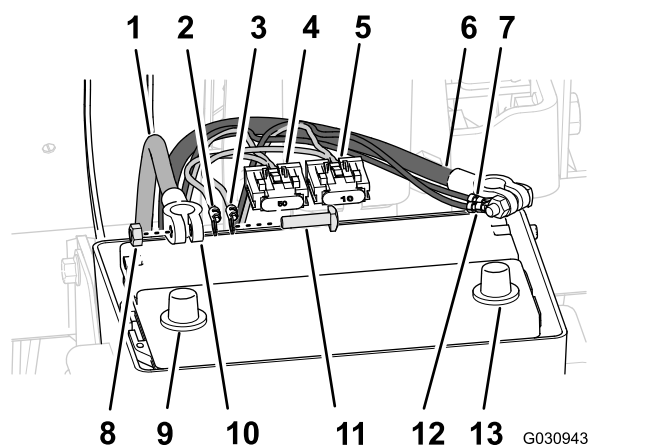

Figura 178
1. Enrute el terminal positivo (cable rojo), el terminal negativo (cable negro) y el bloque de fusibles de 50 A del arnés de cables trasero hacia arriba entre la caja de la batería y el chasis de la máquina (Figura 178).
3. Retire los pernos en T y las tuercas hexagonales de los terminales de los cables positivo y negativo de la batería (Figura 178).
4. Ensamble un perno en T a través del terminal positivo (cable rojo) del arnés de cables trasero, el terminal positivo del arnés eléctrico de navegación y el terminal del cable positivo de la batería (Figura 178).
5. Sujete provisionalmente los terminales y el perno en T con una tuerca hexagonal (Figura 178).
trasero, el terminal negativo del arnés eléctrico de navegación y el terminal del cable negativo de la batería (Figura 178).
7. Sujete provisionalmente los terminales y el perno en T con una tuerca hexagonal (Figura 178).